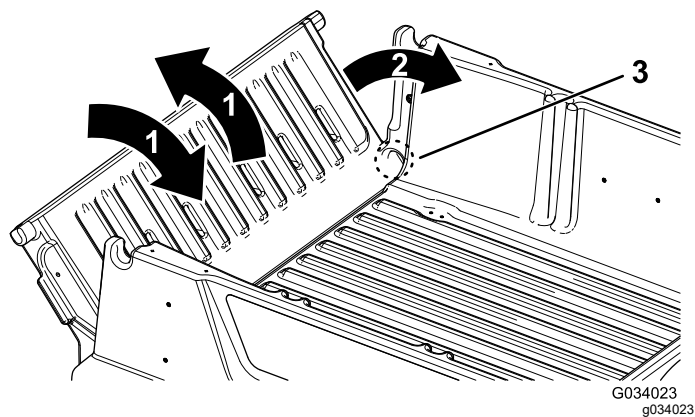

Figura 23
2. Gire el portón trasero a un ángulo de 45° aproximadamente (Figura 23).
3. Mueva el portón trasero varias veces hacia adelante y hacia atrás, con breves sacudidas (Figura 23).